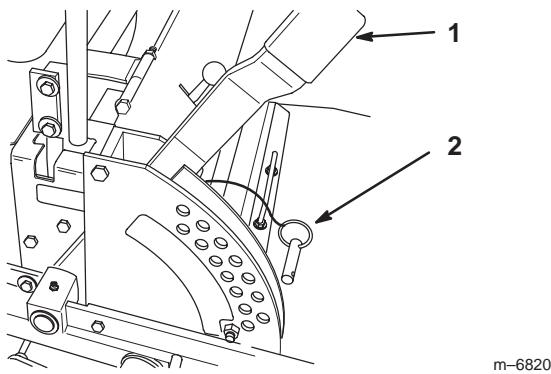

Bild 16
1. Stellen Sie den Schnitthöhenhebel in die Transport oder die 127 mm-Stellung (Bild 16).
2. Entfernen Sie den Lastösenbolzen zum Einstellen der Schnitthöhe aus dem Schnitthöhen-Einstellbügel (Bild 16).
3. Wählen Sie das Schnitthöhenloch im Schnitthöhen-Einstellbügel, das der gewünschten Schnitthöhe entspricht, und stecken Sie den Lastösenbolzen wieder ein (Bild 16).